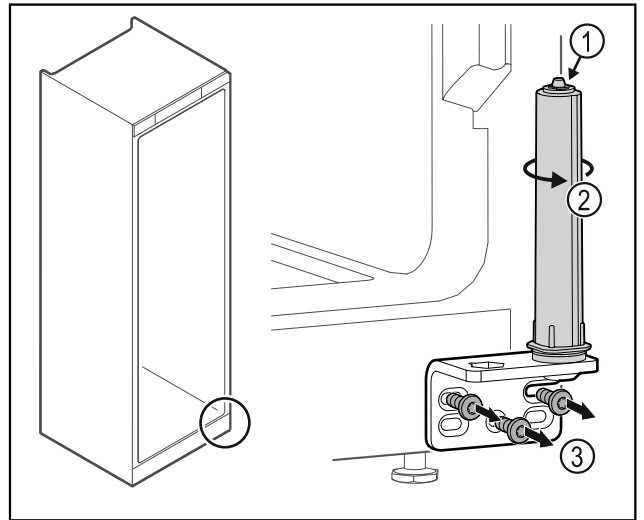

Fig. 32
- ▶ Neadykitė durų uždarymo sistemos Fig. 32 (1).
- ▶ Sukite uždarymo sistemą Fig. 32 (2), kol ji užsifiksuos.
- ▶ Atsukite šarnyrinį kampuotį Fig. 32 (3).